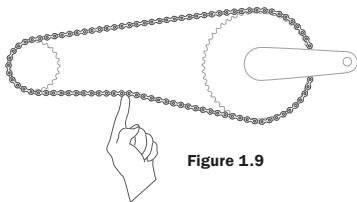

Figure 1.9
- Frein à rétropédalage : La plage de mouvement vertical admissible au milieu de la chaîne est comprise entre 6 et 12 mm (Figure 1.9).